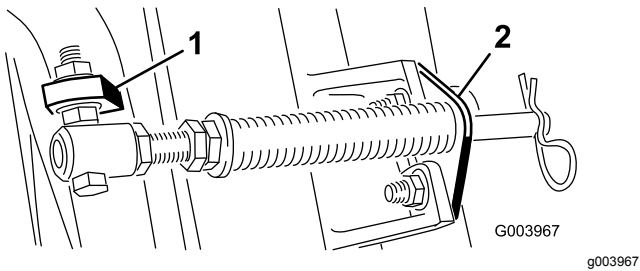

图6
- C. 将弹簧管栓安装到承载架的另一个凸耳上并使用凸缘螺母固定。螺栓头朝向凸耳外侧如图6所示。
D. 使用车身螺栓和螺母将杆支架固定到滚刀组凸耳上图6。